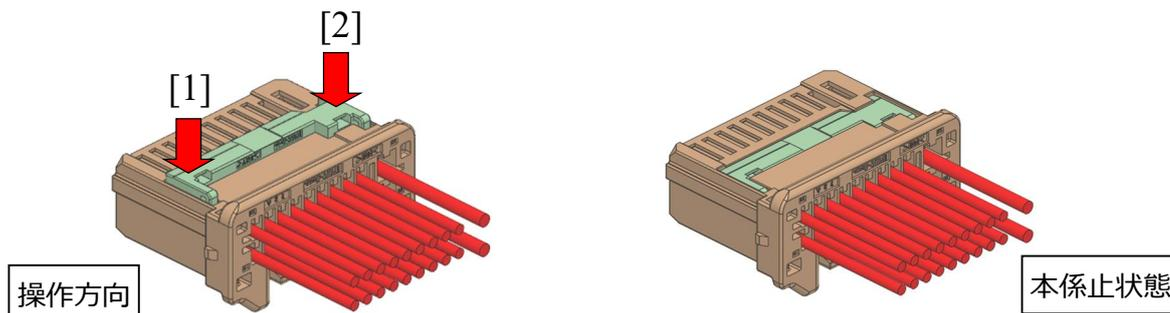

図 28.リテーナ係止状態
- ② 端子挿入作業が完了した後、メスハウジングに対して垂直にリテーナを図 28 の[1]⇒[2]の順にカチッと音がするまで押し込んでください。(約 20N の力で入ります。)
- ③ リテーナがメスハウジング底面から飛び出していないことを確認して下さい。